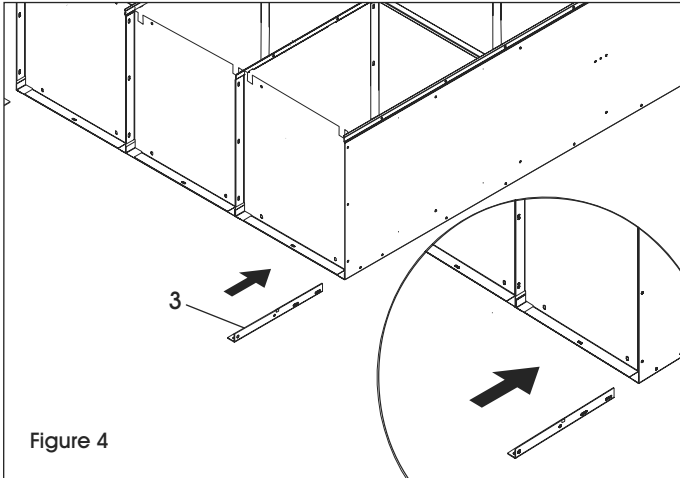

Figure 4
7. Insérez les pattes arrière (3) dans les coins extérieurs entre le panneau latéral et le bas du casier. Boulonnez la patte au panneau latéral à l'aide de deux boulons et écrous par patte. (Voir Figure 4)